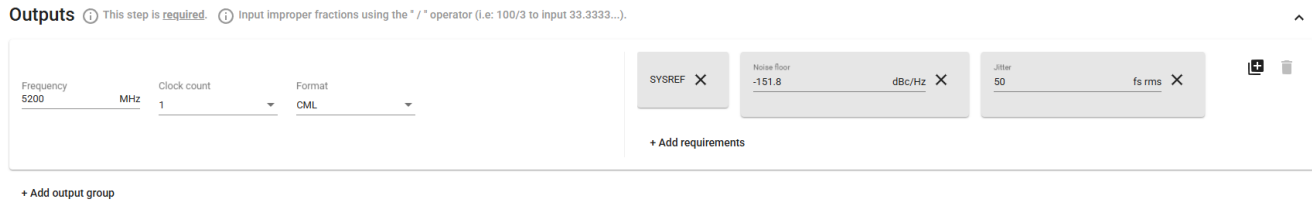

図 9-3. 出力セクション
3. 「Outputs」(出力) に出力仕様を入力します。図 9-3 に示すように、「Frequency」(周波数) を「5200MHz」に設定し、「Clock」(クロック) 数を「1」に維持し、「Format」(フォーマット) を「CML」に設定します。
- iii. ジッタおよびノイズフロアの欄で、ジッタとノイズフロアを ADC12DJ5200RF の値に設定します。これは、図 9-3 に示すように、50fs および -151.8dBc/Hz です。これらの目標値は、クロックの性能要件を緩和し、CTA が設計を確実に提供するようにするために選択されました。これは、これらの例では IC を使用することを希望しているためです。設計が提供されたら、セクション 5 を使用して分析できます